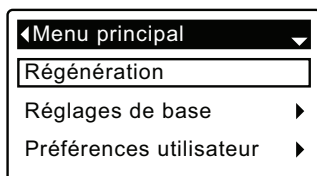

FIG. 23
En fonctionnement normal (défilement des écrans d'état), appuyez sur le SÉLECTEUR (O) du filtre pour ouvrir le Menu principal (cf. Figure 23). Ce menu et ses écrans sous-jacents servent à commander ces activités :